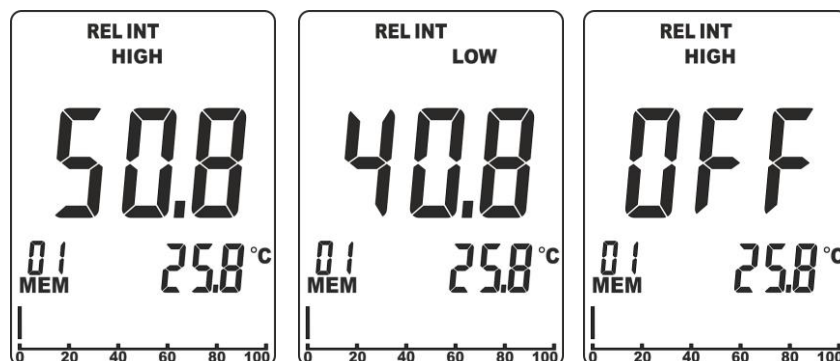

Fig. 6: Configuração do patamar de alarme na medição MOI INT e MOI EXT
1. Premir simultaneamente durante alguns segundos os botões **MOI** e **MODE/ZERO**. O símbolo “**HIGH**” aparece na parte superior do display (ver Fig. 6 – parte esquerda)
2. Usar os botões seta ◀ ou ▶ para configurar o valor do patamar Máximo no intervalo: **0.1% ÷ 99.9%**. Nestas condições, o instrumento emitirá um som **contínuo** por valor medido da humidade superior ao patamar configurado. Selecionar a opção “**OFF**” para desativar o alarme (ver Fig. 6 – parte direita)
3. Premir o botão **MEM/ALM** para confirmar e passar para a configuração do patamar Mínimo. O símbolo “**LOW**” aparece na parte superior do display (ver Fig. 6 – parte central)